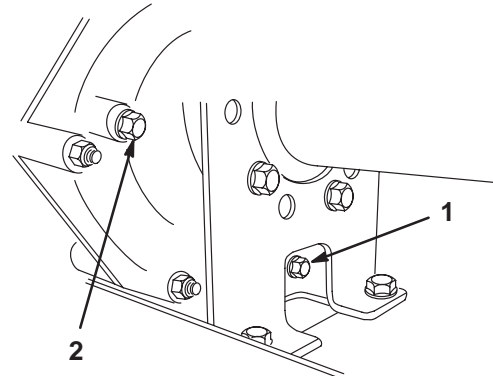
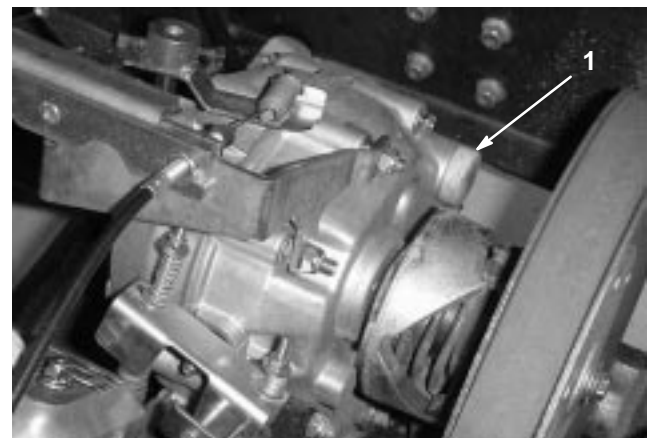

Bild 32
Bild 33
2. Entfernen Sie die Ablassschraube aus der rechten Seite des Behälters (Bild 32) und lassen die Flüssigkeit in ein Auffanggefäß ablaufen. Schrauben Sie die Ablassschraube wieder fest ein, wenn keine Flüssigkeit mehr ausströmt.
3. Füllen Sie den Behälter (Bild 33) mit ungefähr 1,4 l SAE 10W30 Motoröl oder so weit, dass der Ölstand die Unterseite des Prüflochs erreicht (Bild 32).